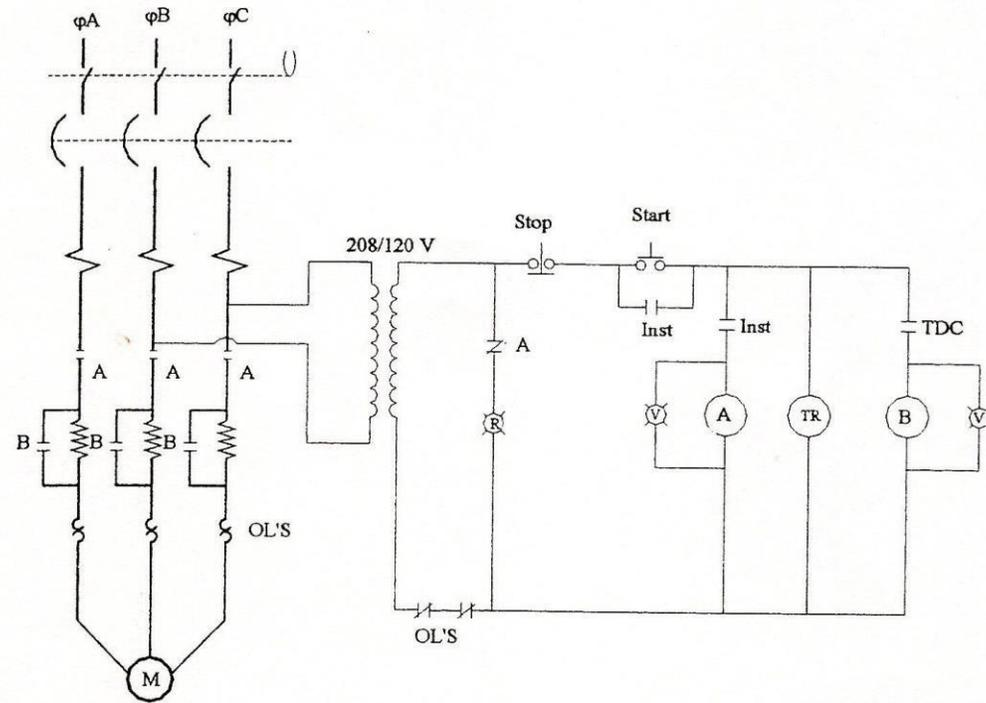

Figura 1
1. Conecte el circuito ilustrado en la figura 1, utilizando los Módulos EMS de transformador, fuente de alimentación, resistencia y medición de c-a.
1. Explique ampliamente el funcionamiento del diagrama de circuito de control de la figura 1, comenzando desde su conexión hasta el arranque, en el que se deben incluir todos los elementos utilizados.